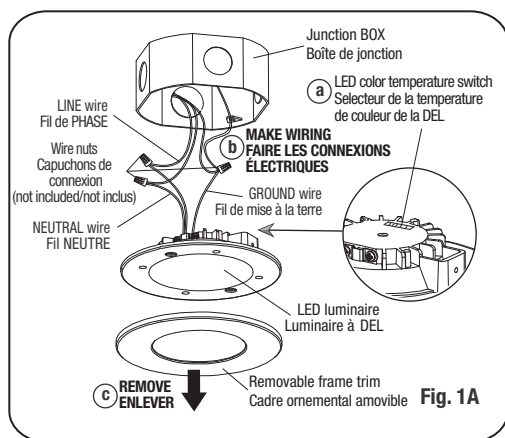

Fig. 1A
1. Select the appropriate LED color temperature by using the switch on the top of the luminaire (Fig. 1A, step "a" detail).
2. Make the electrical connexions with the junction box wires as follow (wire nuts not included): GROUND wire (green) connected to the ground wire, LINE wire (black) connected to line power supply wire, NEUTRAL wire (white) connected to neutral wire (Fig. 1A, step "b").
3. Remove the frame trim by detaching it (magnetic system) as shown in Fig. 1A, step "c".
1. Sélectionner la température de couleur DEL appropriée à l'aide du sélecteur situé sur le dessus du luminaire (Fig. 1A, étape "a", détail).
2. Faire les connexions électriques avec les fils de la boîte de jonction (capuchons de connexion non inclus). Respectez les polarités, soit le fil de mise à la terre (vert) connecté à au fil de la mise à la terre, le fil de PHASE (noir) connecté avec le conducteur de phase d'alimentation et le fil NEUTRE (blanc) connecté avec le conducteur neutre (Fig. 1A, étape "b").